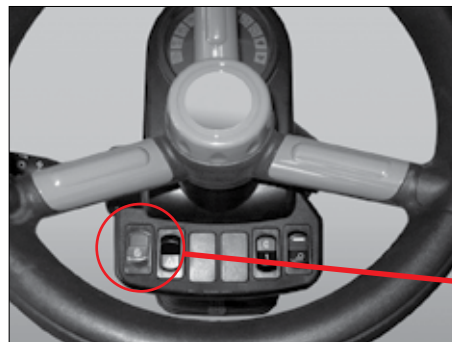

Fig. 52
2. Hold kontakten pos. 2 (Fig. 52) trykket ind, og flyt styrehåndtaget til den ekstra hydraulik til venstre (L).